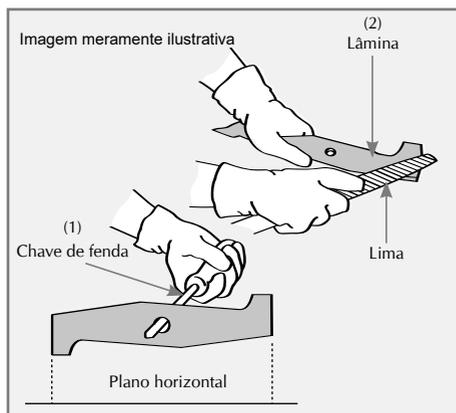

Figura 5
- ✓ Para verificar se o balanceamento está correto, coloque uma chave de fenda no orifício da lâmina e observe se o equilíbrio está perfeito (Figura 5), caso contrário, efetue o balanceamento através da afiação de corte até que a retirada de material deixe a lâmina novamente equilibrada.